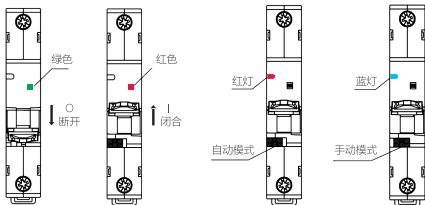

图3 断路器合/分闸状态指示、模式选择开关“自动/手动”位置
8.1 安装使用前先检查断路器标志与所使用的工作条件是否相符；通电前，先人为操作几次断路器，其机构动作应灵活、可靠、无阻滞现象；为保证断路器的过载功能，必须配合SMG-WR智能网关使用。断路器闭合/断开状态指示、模式选择开关“自动”位置见图3。